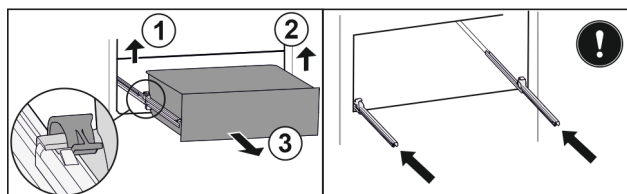

Fig. 106
- 提起左侧夹子，同时将抽屉左侧向前拉。 Fig. 106 (1)
- 提起右侧夹子，同时将抽屉右侧向前拉。 Fig. 106 (2)
- 朝前取出抽屉。 Fig. 106 (3)